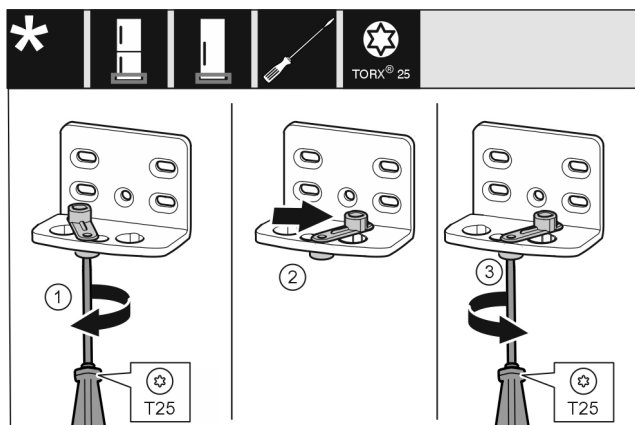

Fig. 12
- Odvijačem labavo uvrnite vijak Fig. 12 (1).
- Podignite pomagalo za zatvaranje vrata Fig. 12 (2) i okrenite ga za 90° nadesno u provrt.
- Odvijačem pritegnite vijak Fig. 12 (3).